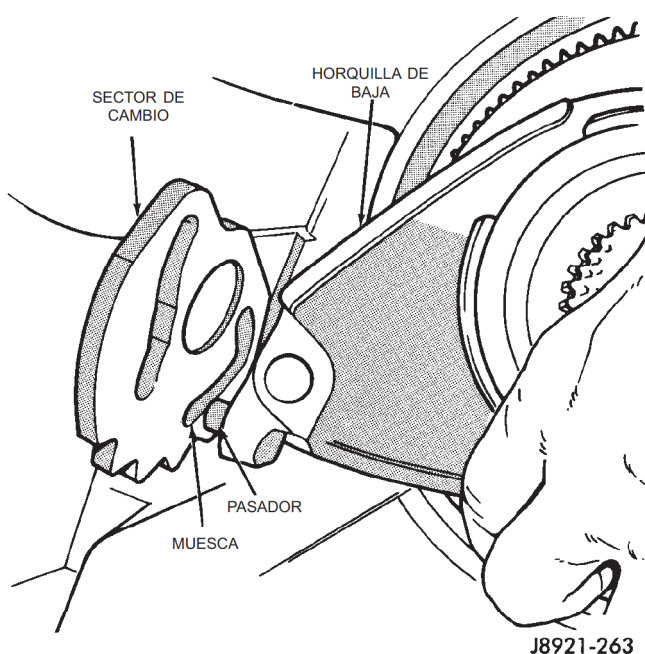

Fig. 70 Emplazamiento de la horquilla de baja
(5) Emplace la horquilla de baja y la maza en la caja. Cerciórese de que el pasador de la horquilla de baja está enganchado en la muesca del sector de cambio (Fig. 70).